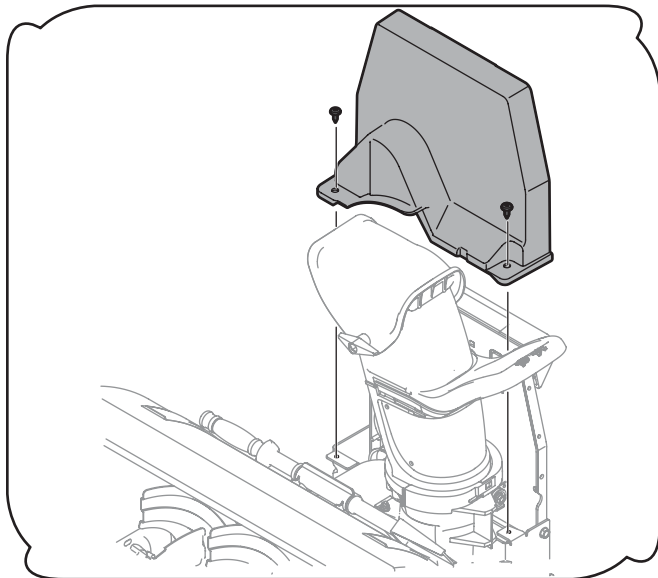

Figura 6-1
1. Retire la cubierta plástica de la correa del accesorio quita nieve, para lo que debe sacar los tres tornillos autorroscantes que la sujetan. Consulte la Figura 6-1.
2. Retire la cubierta plástica de la correa del accesorio quita nieve, para lo que debe sacar los tres tornillos autorroscantes que la sujetan. Vuelva a consultar la Figura 6-1.